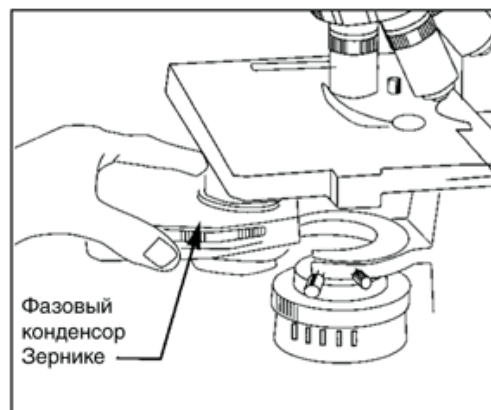

Рис. 1
1. Установите фазово-контрастные объективы в револьвер и вставьте фазовый конденсор Зернике вместе конденсора Аббе. Для этого опустите держатель конденсора, ослабьте винт зажима, показанный справа, и достаньте конденсор (рис.1)